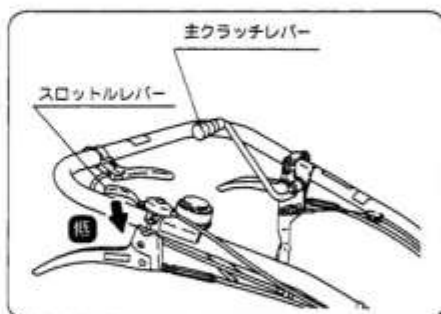

図17
- ② 低速から高速に切換操作は主クラッチを一旦切ってからおこなってください。(図17)